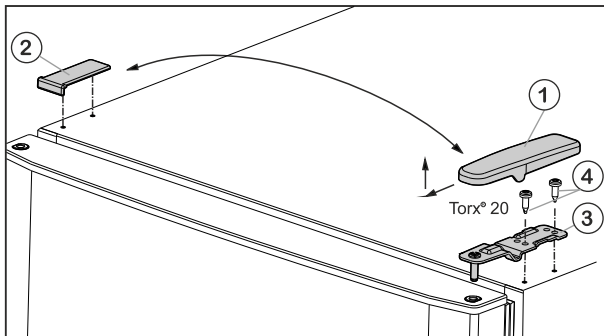

Fig. 6
- ▶ Зніміть кришку Fig. 6 (1) вперед і вгору.
- ▶ Зніміть кришку Fig. 6 (2).
- ▶ Викрутіть верхній опорний кронштейн Fig. 6 (3) (2 шт. Torx® 20) Fig. 6 (4) і відведіть вгору.
- ▶ Встановіть верхній опорний кронштейн Fig. 6 (3) в дверцята на новий бік шарніра.
- ▶ Прикрутіть верхній опорний кронштейн (з моментом **4 Нм**) гвинтами (2 шт. Torx® 20) Fig. 6 (4). У разі необхідності скористайтеся акумуляторним гвинтокрутом.
- ▶ Встановіть і зафіксуйте кришку Fig. 6 (1) з протилежного боку ззовні.
- ▶ Також встановіть зверху і зафіксуйте кришку Fig. 6 (2) з протилежного боку.